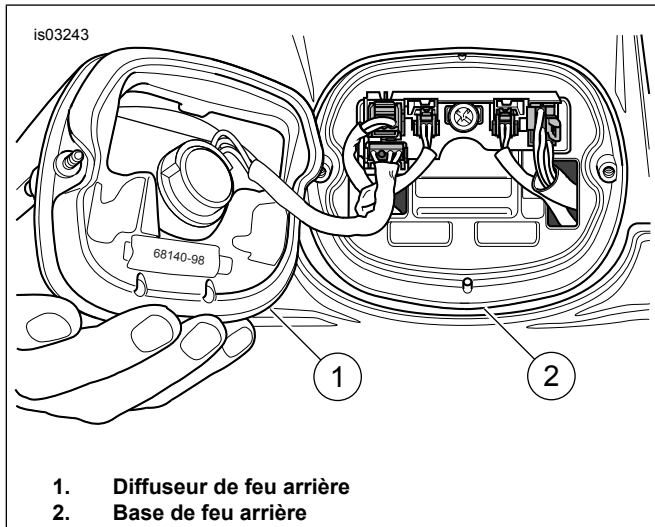

Figure 1. Retirer le diffuseur de feu arrière
2. Voir Figure 1. Retirer les deux vis et le diffuseur de feu arrière (1) de la base (2).
11. Voir Figure 1. Installer le diffuseur du feu arrière (1) sur la base (2) en utilisant deux vis.